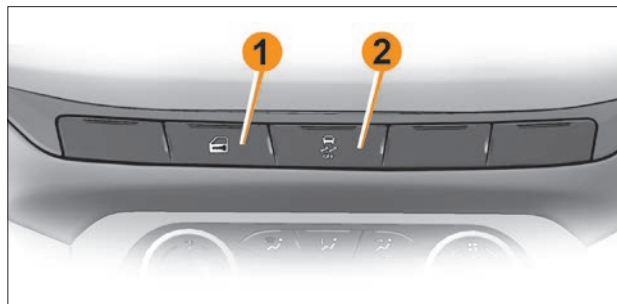

Рис. 3. Блок выключателей на панели приборов
Для блокировки замков дверей и включения режима охраны нажмите кнопку блокировки  на пульте. При этом произойдет блокировка замков дверей и включение режима охраны, что подтверждается **загоранием на некоторое время индикатора на кнопке 1 (см. рис. 3) и двукратным световым сигналом указателей поворота.**
– *Центральная блокировка замков дверей.* Для блокировки замков всех дверей из салона нажмите кнопку  на панели приборов, индикатор на кнопке **1** (рис. 3) загорится на некоторое время, затем погаснет. Если при нажатии кнопки  капот, багажник или одна из дверей были открыты, то двери обратно разблокируются. Закройте двери, капот, багажник, нажмите кнопку блокировки , все двери заблокируются.
При заведенном двигателе нажмите кнопку центрального замка  на панели приборов **1** (рис. 3) и удерживайте ее в течение пяти секунд. Сразу после нажатия кнопки загорится светодиод, двери заблокируются. Заглушите двигатель. Функция активирована.
При заведенном двигателе нажмите кнопку центрального замка  на панели приборов **1** (рис. 3) и удерживайте ее в течение пяти секунд. Функция отключена.